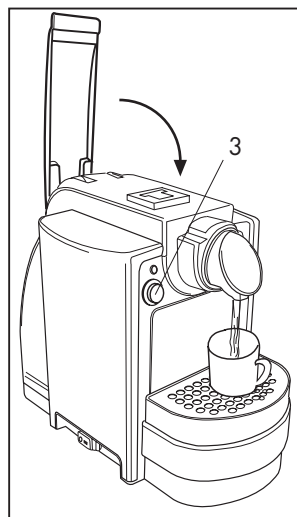

Fig. 10
- Volver a cerrar completamente la palanca y pulsar la tecla (3) hasta la erogación de la cantidad deseada, luego pulsar otra vez la tecla (3) para parar la erogación (Fig. 10).
- Para la preparación de posteriores café/té repetir el entero procedimiento con una cápsula nueva. Para preparar un café largo pulsar la tecla (3) después de haber preparado el café expreso y erogar la cantidad de agua caliente deseada. Para extraer completamente la cápsula alzar lentamente la palanca (1). Si la cápsula no es expulsada, repetir la operación o pulsar la tecla erogación (3) y contemporáneamente levantar la palanca (1)
- Volver a cerrar completamente la palanca y pulsar la tecla (3) hasta la erogación de la cantidad deseada, luego pulsar otra vez la tecla (3) para parar la erogación (Fig. 10 pág. 57)